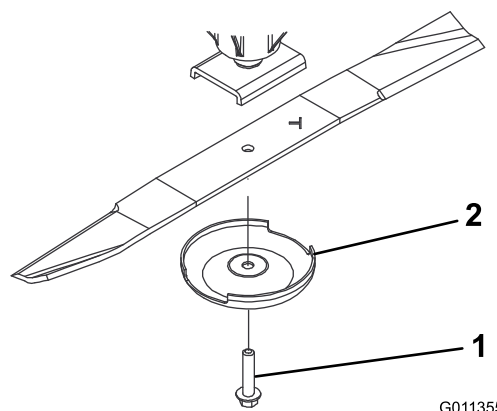

Figura 106
3. Retire del eje de la cuchilla el perno de la cuchilla, el protector de césped y la cuchilla (Figura 106).